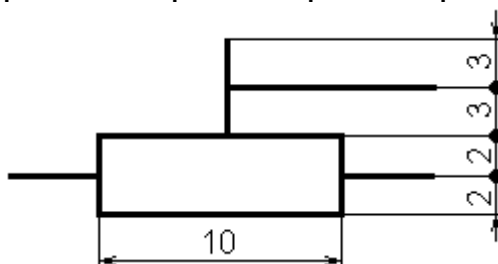

Рис. 10 УГО подстроечного резистора
- 3.1 УГО подстроечного резистора изображено на рис. 10.